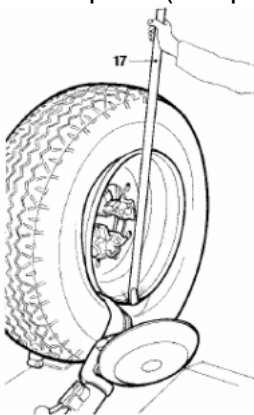

Рисунок 17
Вращайте колесо и одновременно проталкивайте съемный рычаг между ободом и бортиком, пока он не зацепится за бортик (см. рис.17)
Вставьте рычаг BL 17 (рис.17) между ободом и бортиком справа от съемного рычага. Надавите на рычаг LA и опустите колесо, чтобы край диска вышел из-под съемного рычага:
- Вставьте рычаг BL 17, (рис.17) между диском и бортиком справа от съемного рычага.